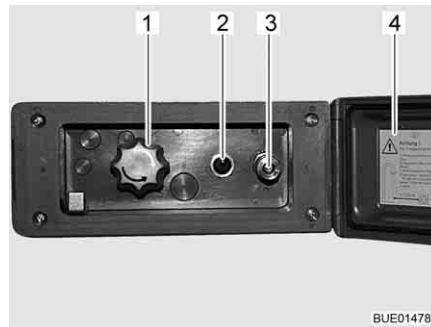

Fig. 156 Conexión de ducha exterior
- Desbloquear y abrir la tapa (Fig. 156,4).
- Conectar la manguera de la ducha exterior al cierre rápido (Fig. 156,3).
- Encender la bomba de agua con el interruptor (Fig. 156,2).
- Ajustar la temperatura del agua con el botón giratorio (Fig. 156,1) según se desee.
- Apagar la bomba de agua con el interruptor (Fig. 156,2).
- Cerrar la tapa (Fig. 156,4) y bloquearla con la llave.
- Poner el botón giratorio (Fig. 156,1) en la posición central.